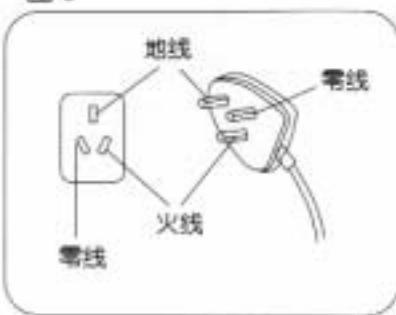

图7
2. 电源线及插头若有损伤，应由维修人员立即更换。用户不得自行更换或随意加长。并请您按图示的正确接线方式接线。（图7）